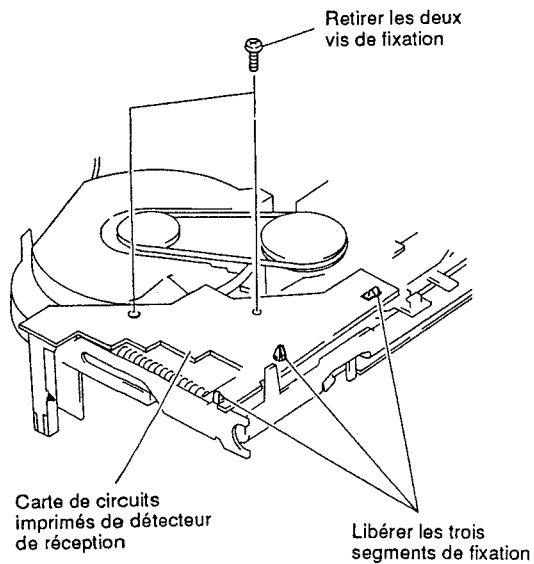

Fig. 3-5
- 1) Retirer les deux (2) vis de fixation. (Se reporter à la figure 3-5)
- 2) Libérer les trois (3) segments de fixation et écarter la carte de circuits imprimés de détecteur de réception.